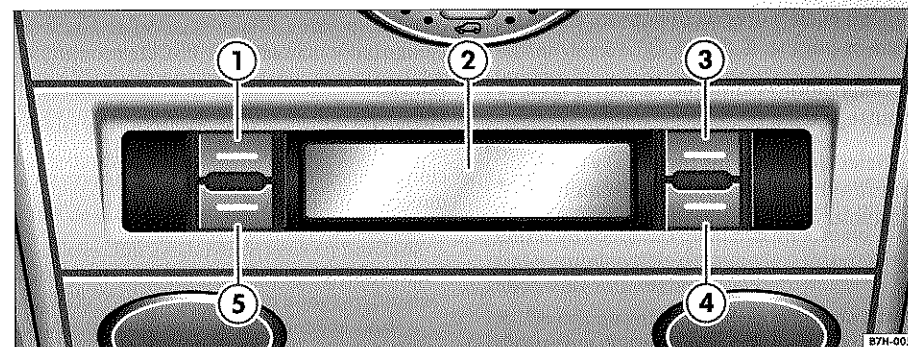

Fig. 25 Calefacción adicional de agua: mandos delanteros en el techo del vehículo
– Con el encendido conectado y la calefacción adicional de agua desconectada, pulse la tecla ⇒ fig. 25 ⑤.
– Seleccione el símbolo ⌚ con la tecla ③ y pulse la tecla ⑤.
– Seleccione con las teclas ③ y ④ el tiempo de funcionamiento de la calefacción adicional (de 10 a 120 min, a intervalos de 10 min).
– Pulse la tecla ⑤.
- Con el encendido conectado, pulse la tecla $\Rightarrow$ página 37, fig. 25 .